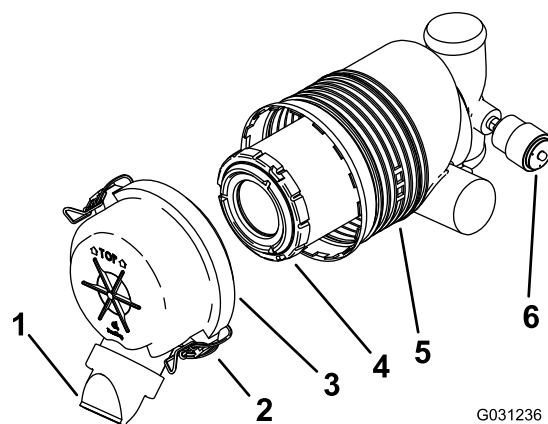

Рисунок 41
Внимание: Фильтр воздухоочистителя следует менять только, когда индикатор обслуживания станет красным (**Рисунок 41**). Замена воздушного фильтра без необходимости ведет лишь к повышению вероятности попадания грязи в двигатель при извлечении фильтра.
5. Освободите защелки воздухоочистителя и отделите крышку от корпуса воздухоочистителя (**Рисунок 41**).
- Если индикатор обслуживания прозрачный, установите крышку воздухоочистителя таким образом, чтобы пылезащитный колпачок был ориентирован вниз, и закройте защелки (**Рисунок 41**).
1. Осторожно извлеките фильтр из корпуса воздухоочистителя (Рисунок 41).
3. Осторожно установите фильтр (Рисунок 41).
4. Установите крышку воздухоочистителя таким образом, чтобы пылезащитный колпачок был ориентирован вниз, и закройте защелки (Рисунок 41).